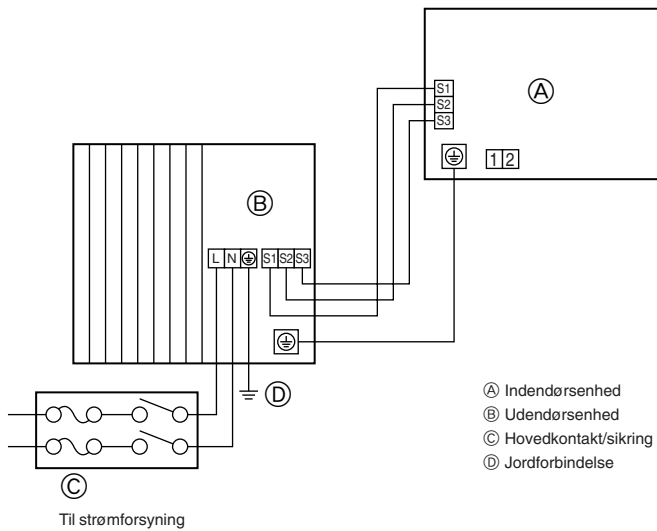
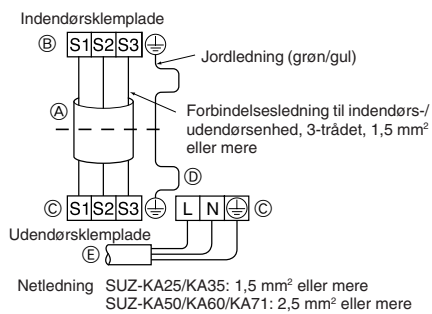
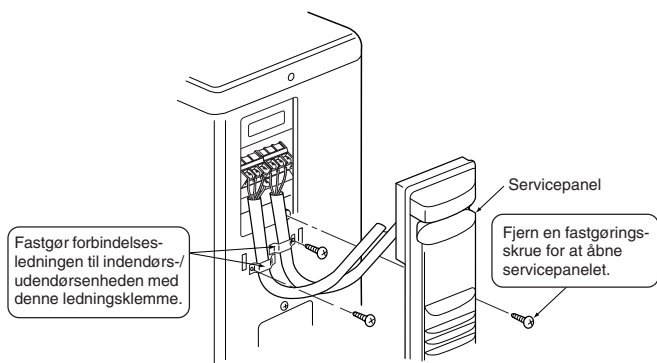
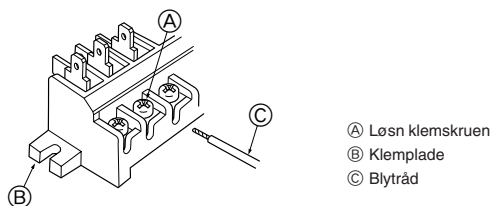

Fig. 6-1
Fig. 6-2
Fig. 6-3
Fig. 6-4
### 6.1. Udendørsenhed (Fig. 6-1, Fig. 6-2, Fig. 6-3, Fig. 6-4)
- ① Fjern servicepanelet.
- ② Træk kablerne som vist i Fig. 6-1, Fig. 6-2, Fig. 6-3 og Fig. 6-4.
- Ledningerne trækkes som vist nederst til venstre i diagrammet. (Kabel fremskaffes lokalt) (Fig. 6-2)
- (A) Forbindelseskabel
- (B) Indendørs klemplade
- (C) Udendørs klemplade
- (D) Installer altid et jordkabel, der er længere end andre kabler.
- (E) Netledning
- Pas på ikke at udføre forkerte tilslutninger. (Fig. 6-4)